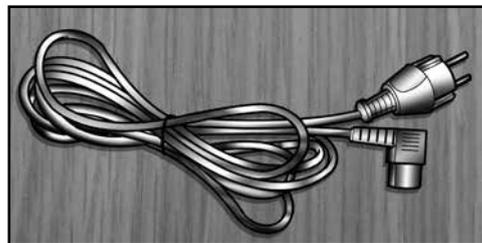

Abb. 4
- Anz. 1 Versorgungskabel (**Abb. 4**).